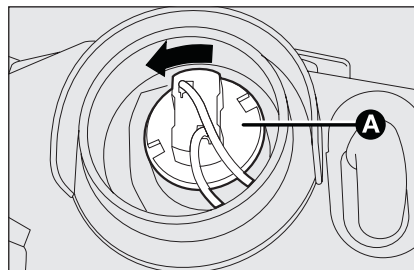

fig. 22
- tourner dans le sens contraire des aiguilles la douille **A-fig. 22** et l'extraire;